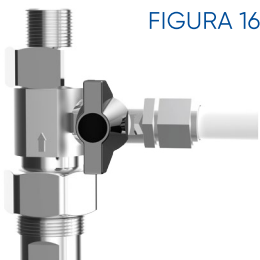

FIGURA 16
1. DESLIGUE seu "Feed Water Adapter" (Adaptador de Água de Alimentação) girando a alça de modo que fique perpendicular ao "White PE Tubing" (Tubo PE Branco) (Figura 16).